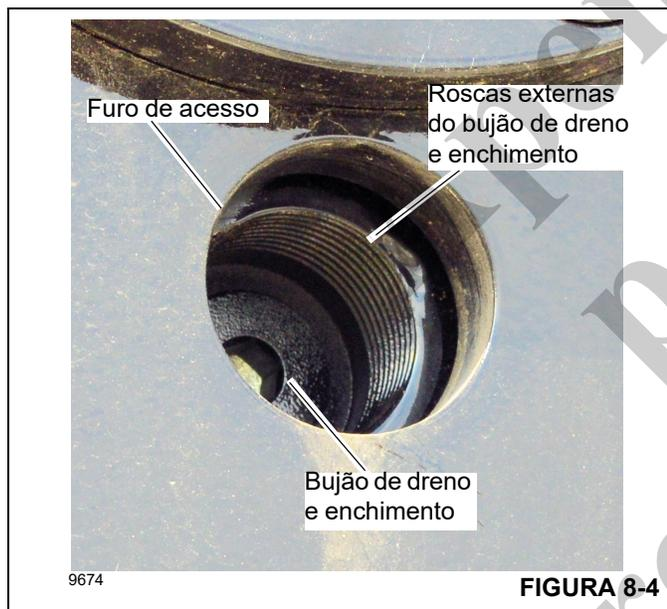

FIGURA 8-4
2. Gire o tambor do guincho de modo que o bujão de dreno e enchimento (Figura 8-4) esteja alinhado com o furo de acesso do dreno de óleo na posição das 6 horas (3, Figura 8-3).
3. Instale um tubo curto de 1 pol. (25 mm) nas roscas externas ao redor do bujão de dreno e enchimento (Figura 8-4).
2. Usando uma chave Allen de 5/16 pol. (8 mm), remova o bujão de dreno e enchimento (Figura 8-4).
5. Usando uma chave Allen de 5/16 pol. (8 mm), instale e aperte o bujão de dreno e enchimento (4, Figura 8-4). Aperte o bujão de dreno e enchimento com torque de 67,8 Nm (50 lb-pés).